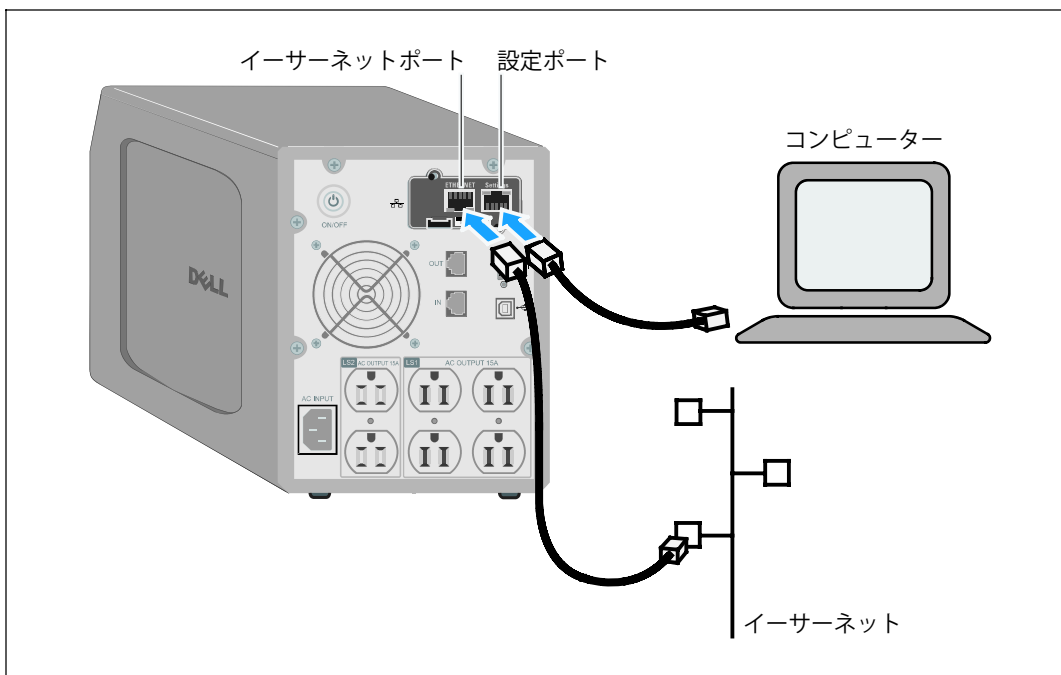

図 5. カードの接続
(図5を参照)。
- 3 Dellネットワークマネジメントカードのイーサネットポートに、動作中のイーサネットケーブル(同梱されていません)を接続します。(図5を参照)。